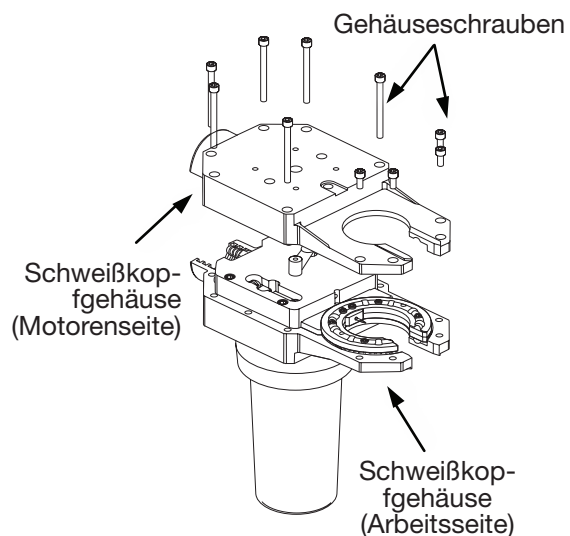

Abbildung 26 Entfernen der Sicherungsringshälfte des Schweißkopfgehäuses
7. Den Rotor von der Motorenhälfte des Schweißkopf-gehäuses entfernen. Siehe Abbildung 26.